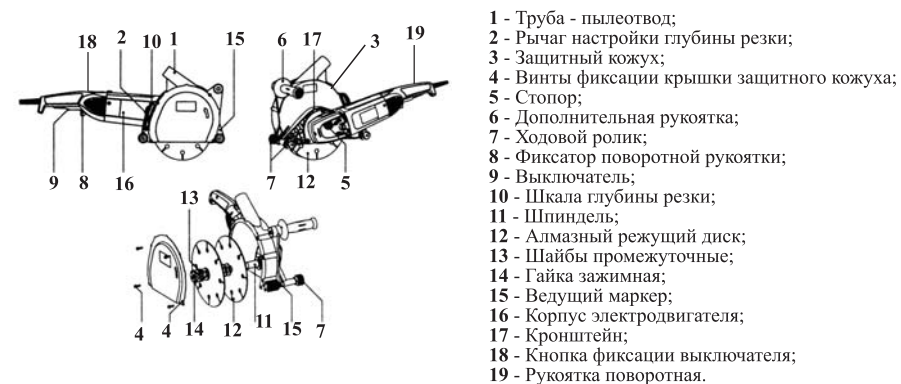

рис. 1
4.1 Общий вид штробореза схематично представлено на рис. 1
Установите кронштейн 17 (рис. 1) с кожухом 3 (рис. 1) таким образом чтобы направляющие винты кронштейна попали в пазы на редукторной части штробореза. Затем завинтите гайки до стабильной фиксации защитного кожуха 3 (рис. 1).
Установите штроборез так, чтобы была видна шкала глубины резки 10 (рис. 1). Ослабьте рычаг настройки глубины резки 2 (рис. 1) и настройте его на минимальную глубину. Зафиксируйте шпиндель стопором 5 (рис. 1). Ключём отвинтите зажимную гайку 14 (рис. 1) и снимите промежуточные шайбы 13 (рис. 1) со шпинделем 11 (рис. 1). Установку дисков производите в обратном порядке.
Ширина прорезаемой штрыбы определяется количеством промежуточных шайб, установленных между двумя алмазными режущими дисками 12 (рис. 1), и шириной пропила, возникающего в результате резания режущими дисками. Ширина штрыбы рассчитывается следующим образом: **Ширина штрыбы = толщина промежуточных шайб + толщина алмазных режущих дисков**. Работать допускается только либо с двумя
Насадите на шпиндель 11 (рис. 1) одну промежуточную шайбу 13 (рис. 1). Затем насадите на шпиндель алмазный режущий диск 12 (рис. 1), промежуточные шайбы 13 (рис. 1) и еще один режущий диск 12 (рис. 1). Независимо от желаемой ширины штробы всегда должны быть монтированы все промежуточные шайбы 13 (рис. 1), входящие в комплект поставки. Между двумя алмазными режущими дисками 12 (рис. 1) должна быть смонтирована, как минимум, одна промежуточная шайба 13 (рис. 1).
Ослабьте рычаг настройки глубины резки 2 (рис. 1) и установите желаемую глубину пропила по шкале для установки глубины резки 10 (рис. 1). Затяните рычаг глубины резки 2 (рис. 1) и проверьте фиксацию.